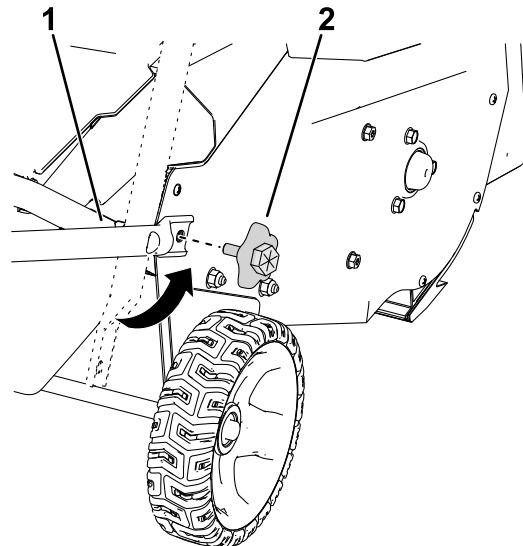

Figura 6
5. Spostate in posizione la stegola inferiore e installate le manopole della stegola inferiore come illustrato nella Figura 6.